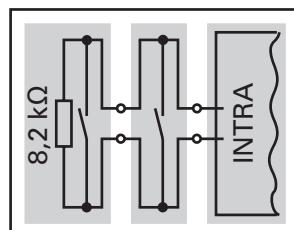

Abb. 10
- mehrere Schalteisten am gleichen Eingang müssen in Serie geschaltet werden (Abb.10)
- Die letzte Schalteiste muss mit 8,2 kOhm abgeschlossen werden (Abb.10)